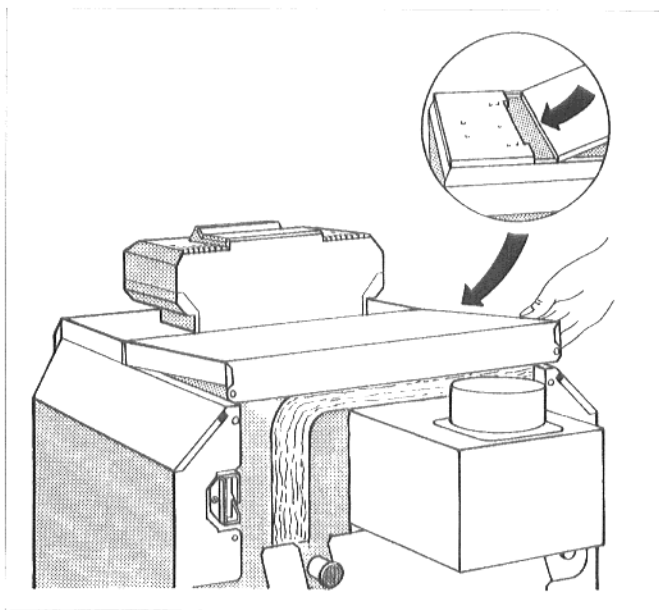

Рис. 22: монтаж заднего кожуха котла
- Вставить задний кожух котла накладками под передний кожух котла и надавить сзади вниз (рис. 22).